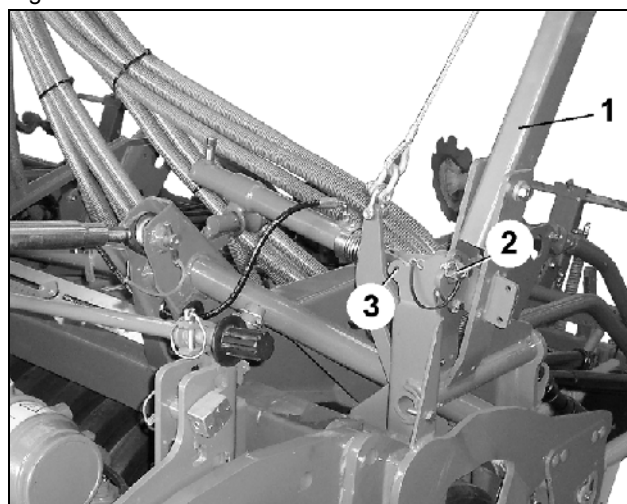

Fig. 111
- Țineți fixe brațele în consolă ale marcatoarelor de urmă (Fig. 111/1) și îndepărtați șplinturile (Fig. 111/2) (care au fost necesare în timpul transportului).
- Fixați în eclisă șplinturile pe care nu le folosiți (Fig. 111/3).
După îndepărtarea șplintului (Fig. 111/2) brațul în consolă al marcatorului de urmă se înclină ușor într-o parte.